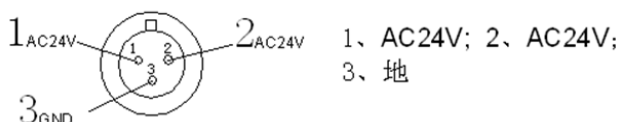

Figura 12.6.2 – Definição do conector de alimentação
- a) Parafuse a flange de conexão (②) no conjunto do tubo de raios X (③);
- b) Parafuse o colimador (①) à flange de conexão;
- c) Conecte a fonte de alimentação do colimador. Veja a **Figura 12.6.2** para a definição do conector de alimentação.